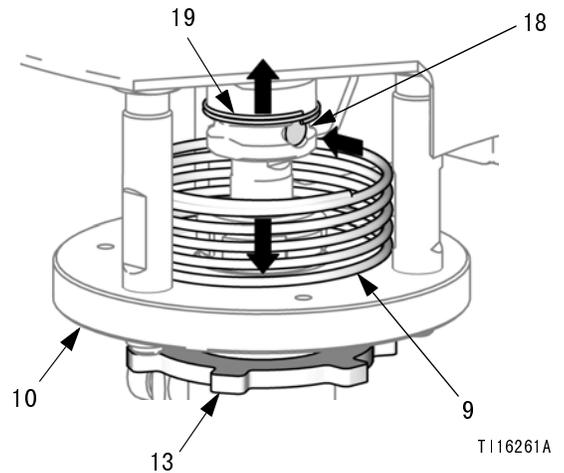

图 6. 安全弹簧和连接销
4. 参见图 6。向下按安全弹簧（9），并按住，以看到联接销（18）。使用螺丝刀或冲压机，向上推止动弹簧（19）并推出销。